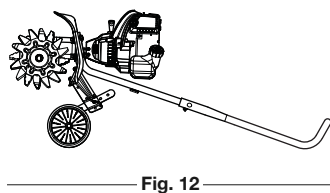

Fig. 12
2. **Coloque la unidad en una superficie plana.** Coloque la unidad de manera que el motor este de forma horizontal (Fig. 12).